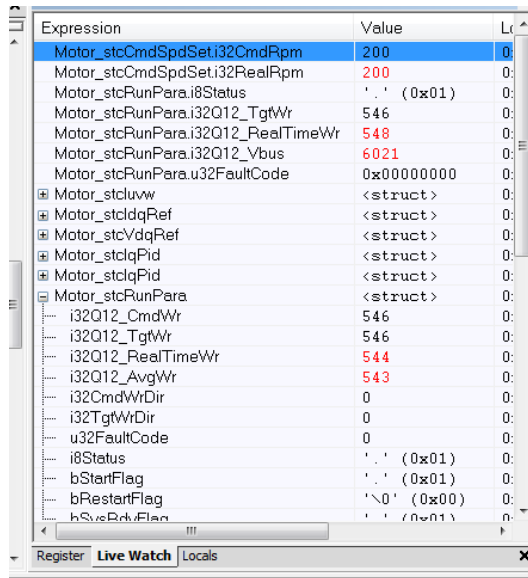

图 36 Live Watch 数据改变
3. 改变目标转速的值（Motor_stcCmdSpdSet.i32CmdRpm）为 200，可以看到电机开始转动，并且在 Live Watch 信息栏中电机运行时的相关参数也被实时显示出来，如电机的实时转速（Motor_stcCmdSpdSet.i32RealRpm）、Vdc 的电压值（Motor_stcRunPara.i32Q12_Vbus）。如图 36 所示。
- 在进行电机的调试时，需要观测电机运行时的参数，对电机的运行是否正常、程序出错时问题所在之处等一系列情况的观测尤为重要，如图 36 中通过 `Motor_stcCmdSpdSet.i32RealRpm` 的值我们能够知道电机的实时转速。所以在进行观测参数时只需要在 Live Watch 栏中输入相应的变量名，便能够知道该变量当前的值，帮助我们进行调试。在风扇无传感器控制中，所有参数均包含在结构体中，关于结构体的详细讲解请参考章节结构体。